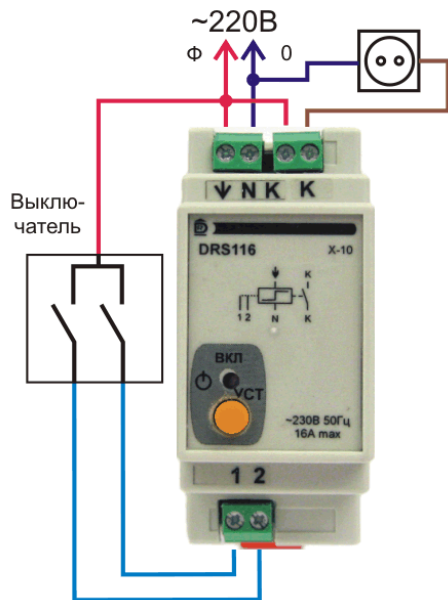

Рис. 1. Схема подключения.
3. Подключить провода согласно рис. 1;